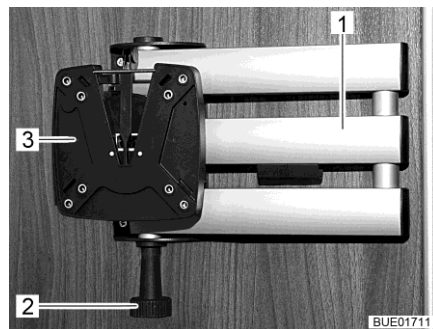

Bild 85 Halterung mit Gelenkarm
- Entriegelungsknopf (Bild 85,2) ziehen. Der Gelenkarm (Bild 85,1) ist entriegelt.
- Flachbildschirm in die Ausgangslage zurückschwenken, bis die Halterung (Bild 85,3) hörbar in die Verriegelung einrastet.